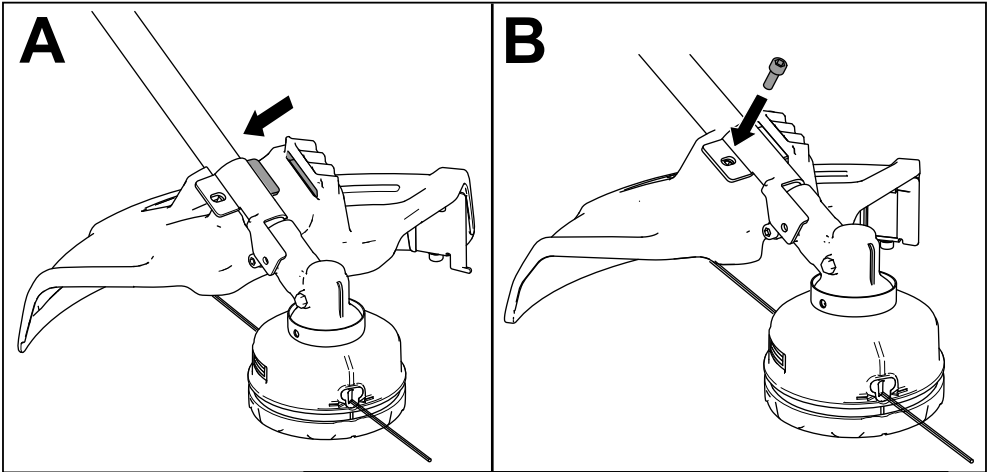

Figura 4
1. Alinee el protector de manera que la pestaña del soporte entre en la ranura (Figura 4, A).
2. Instale y apriete el tornillo allen para sujetar el protector al soporte (Figura 4, B).